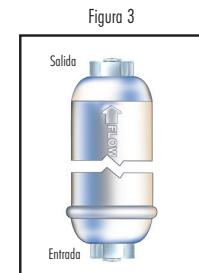

Figura 3
- Observe la flecha ubicada en el producto la cual indica la entrada y salida e instale el producto conforme a ello. Vea la figura 3.